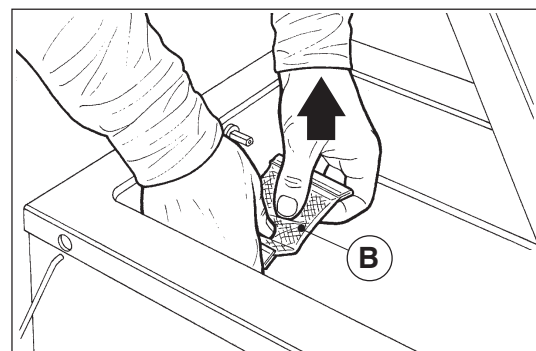

Fig. 3
- 4) Saisir et tirer vers le haut le roulement sous-barre (B - Fig. 3).